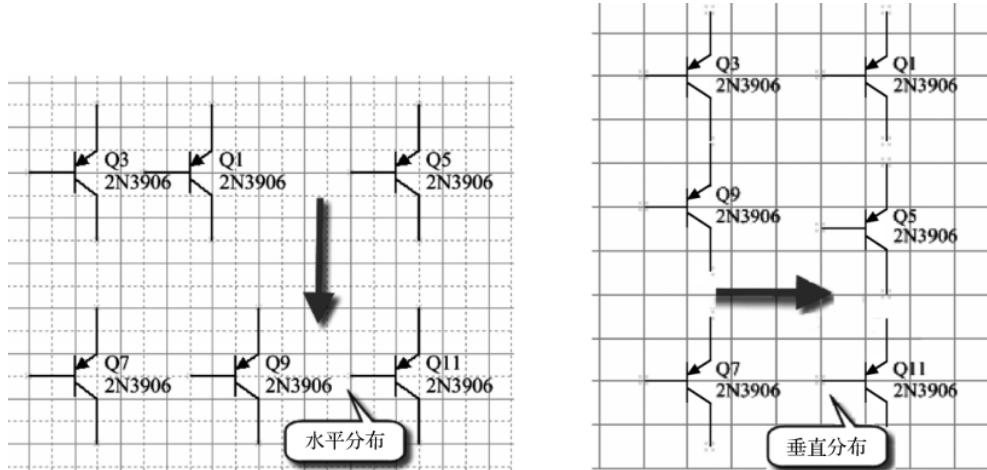

图 5-29 分布对齐效果
- (2) 分布对齐效果如图 5-29 所示。
- ① 水平分布：水平等间距分布对齐。
- ② 垂直分布：垂直等间距分布对齐。